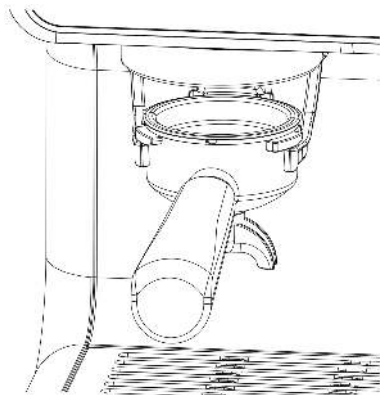

Fig. 5:
5. Som visas i Fig. 5, placera portafiltret i den pulver-mottagande hållaren.